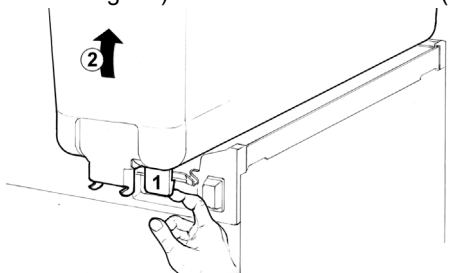

Bild 1
- 2 Leeren Behälter lösen durch Anheben an der Rückseite (gegenüber der Ausgabe) und nach oben abheben (Bild 1).